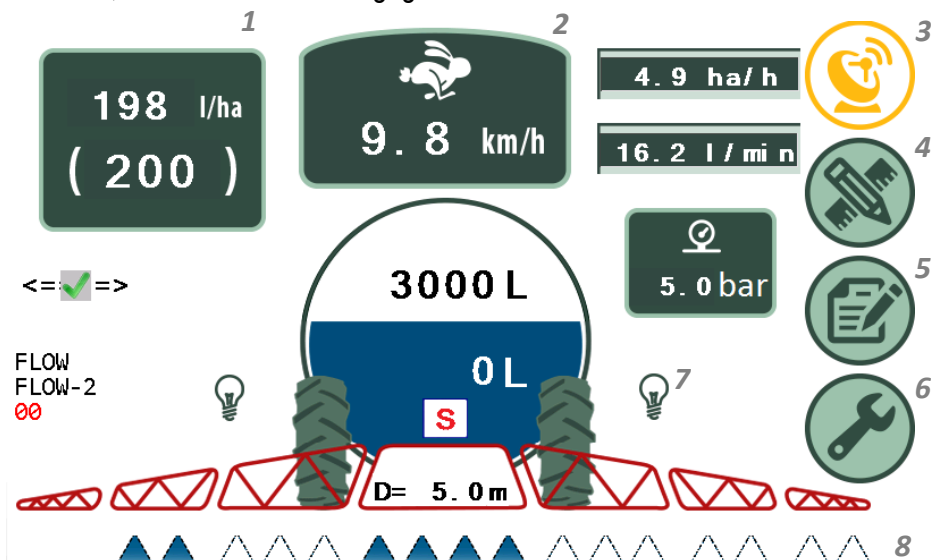

Bild 8
- Einstellbare Felder werden zur Eingabe von Spritzparametern verwendet (Bild 8).